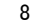

图2
5.2 热点/冷点定位: 按住开关按钮,同时将测温仪镭射点通过上下移动进行扫描以进行定位(如图2)。
按下测温仪下面靠近扳机处的按钮并握住把手的上端向前下侧方向拉开电池门来打开测温仪。将里面的开关接贴纸上的指示拨到适当的位置, 在摄氏度 (°C) 和华氏度 (°F) 之间切换。请参阅图2。